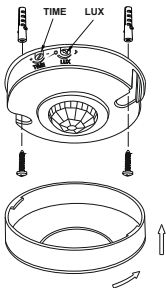

Рисунок 19 – Монтаж ДД 041
- повернуть против часовой стрелки защитную крышку на угол 5° (рисунок 19). Снять крышку;